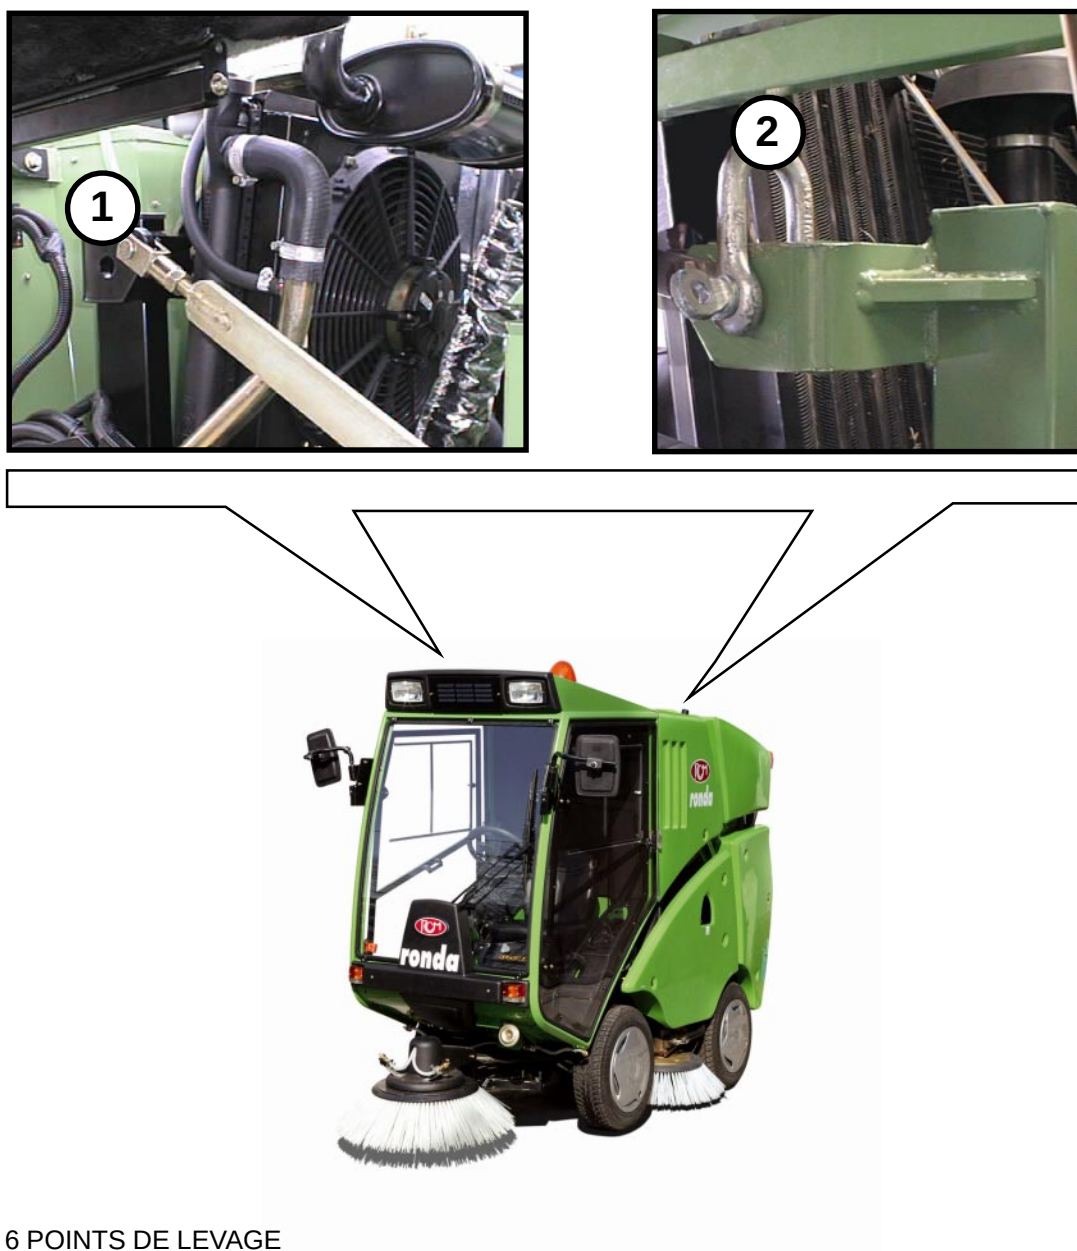

FIG. 6 POINTS DE LEVAGE
- Orifices d'ancrage 1 (FIG. 6) (des deux côtés de la balayeuse)
- Crochet de levage 2 (FIG. 6)
L'ancrage à l'aide des orifices supérieurs s'effectue au moyen du crochet 2 (FIG. 6) - l'orifice a un diamètre de 22 mm.